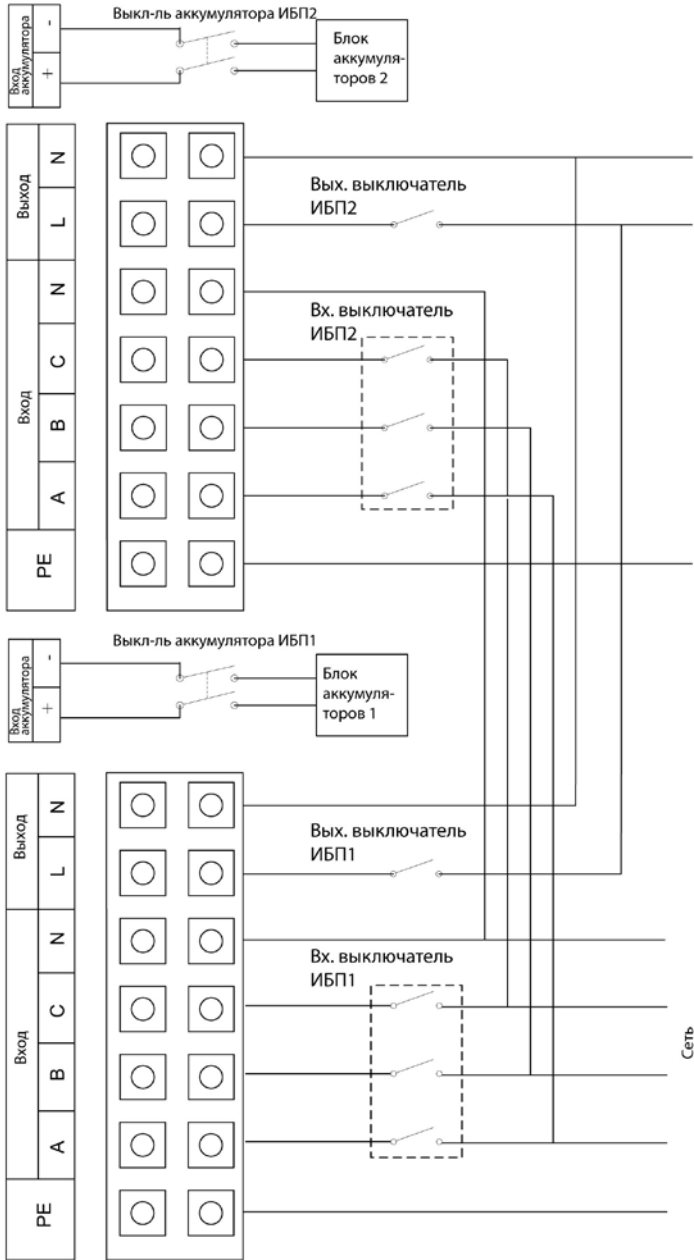

Рисунок 5. Схема подключения ИБП 3106L/S и 3110L/S
**ПРИМЕЧАНИЕ:** *включите выходные выключатели 1 и 2 (см. рисунок 5), чтобы убедиться, что перед запуском выход каждого ИБП будет замкнут. В противном случае, параллельная система не запустится.*